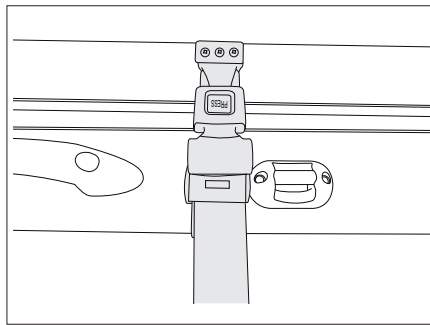

Fig. 166 Ceinture de sécurité du lit escamotable manuel
- Détacher la ceinture de sécurité (Fig. 166).
- Mettre en place la ceinture de sécurité (Fig. 166).